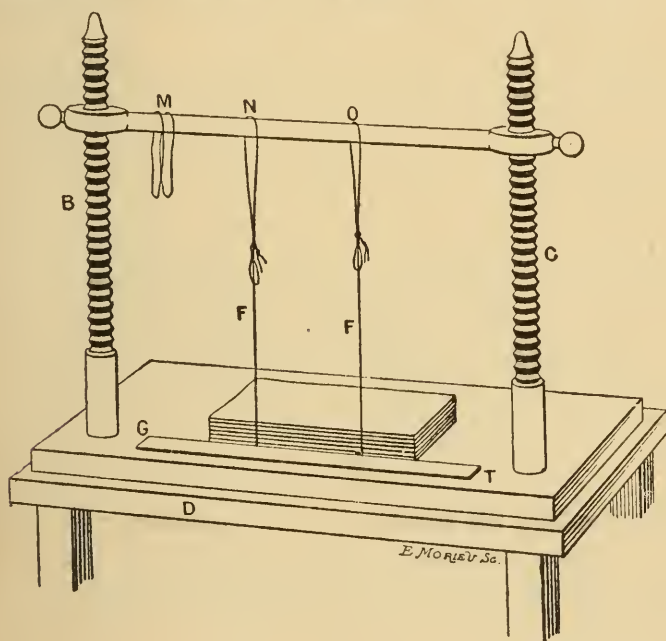

Fig. 3.
3. *Cousoir.* — La couture se fait sur un métier que l'on nomme cousoir (fig. 3). Cet appareil fort simple se com-